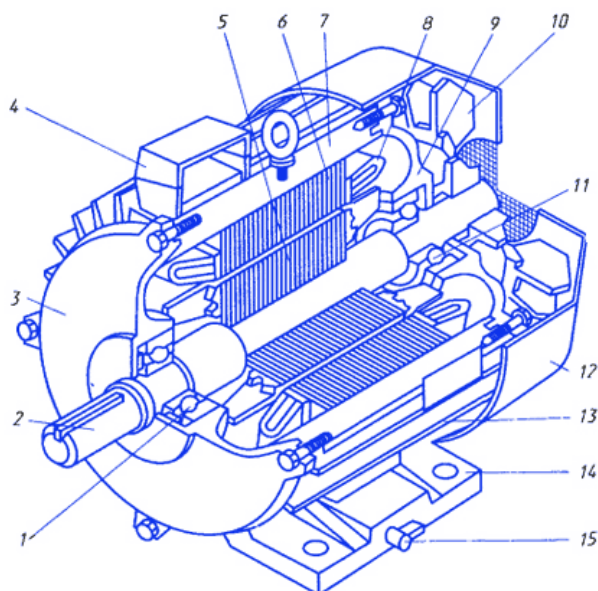

Рисунок 9.1 – Асинхронный двигатель
Неподвижная часть асинхронного двигателя называется *статор*, подвижная – *ротор* (рисунок 9.1). Сердечник статора набирается из листовой электротехнической стали и запрессовывается в станину. Станина (1) выполняется литой, из немагнитного материала. Чаще всего станину выполняют из чугуна или алюминия. На внутренней поверхности листов (2), из которых выполняется сердечник статора, имеются пазы, в которые закладывается *трёхфазная обмотка* (3) Обмотка статора выполняется в основном из изолированного медного провода круглого или прямоугольного сечения, реже – из алюминия. Обмотка статора состоит из трёх отдельных частей, называемых *фазами*. Начала фаз обозначаются буквами C_1, C_2, C_3 , концы – C_4, C_5, C_6 .